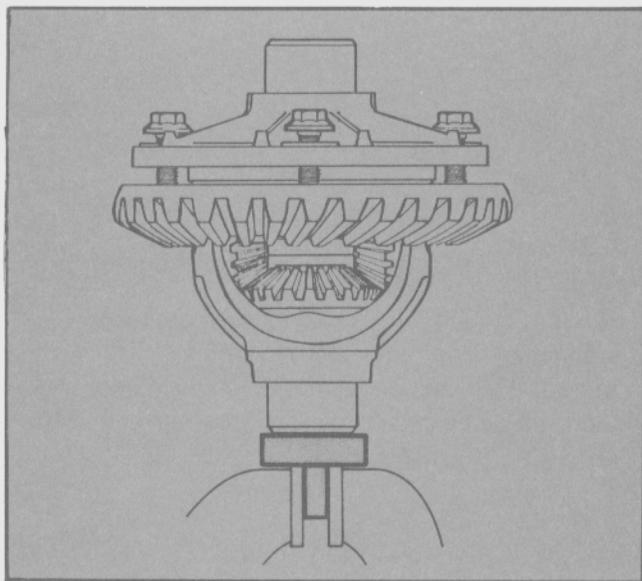

Fig. 24 - Extracción de la corona
- Montar la carcaza del diferencial con los tornillos de fijación de la corona hacia arriba con la herramienta especial T73M-4204-BAS en una morsa. Aflojar los tornillos de fijación y separar la corona de la carcaza con golpes suaves sobre los tornillos, empleando un martillo de cabeza plástica (Fig. 24).